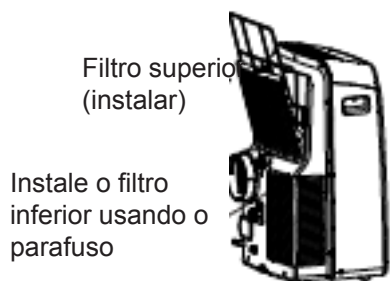

Fig. 24
- Montagem - Instale o filtro de ar superior após a limpeza e instale o filtro inferior usando o parafuso (ver Fig. 24).